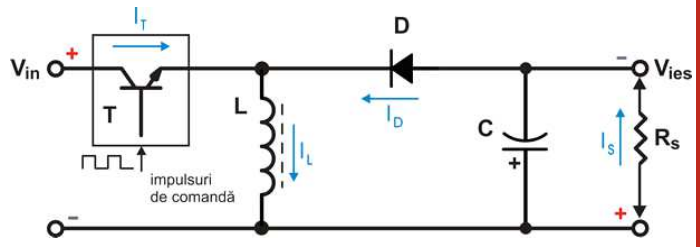
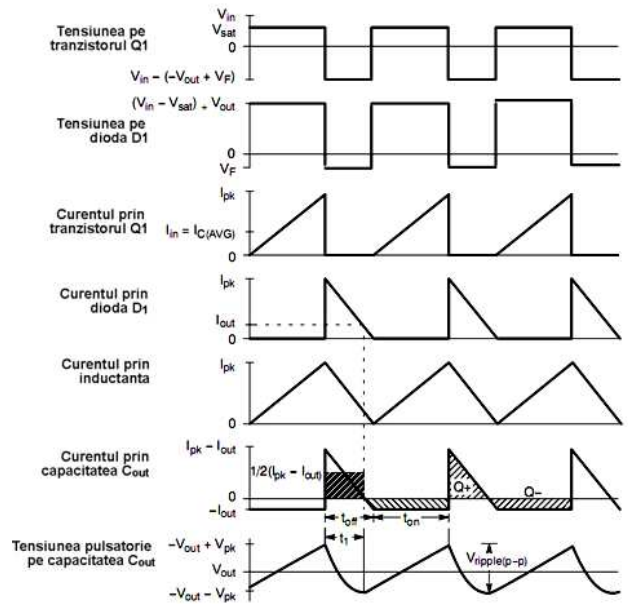

Figura 12 – Schema de principiu a convertorului inversor
Figura 13 – Diagrama de lucru a convertorului inversor
- In figura 12 este prezentată schema de principiu a convertorului inversor iar în figura 13 aveți diagrama de lucru a convertorului. Descrieți funcționarea acestuia.